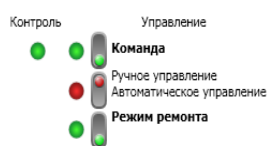

Рисунок 4.2
- зелёный цвет индикатора «Команда» – выключить реле (рисунок 4.2);